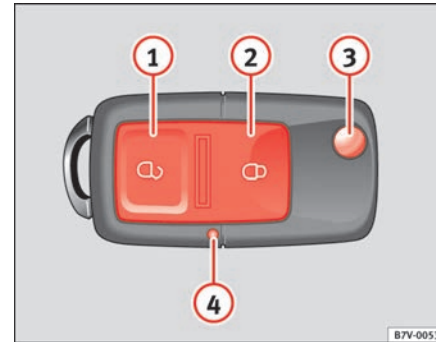

Abb. 61 Tastenbelegung Funkschlüssel
Es wird nur die Fahrertür entriegelt, wenn Sie den Schlüssel im Schloss der Fahrertür *einmal* in Öffnungsrichtung drehen oder einmal die Entriegelungstaste ⇒ Seite 96, Abb. 61  im Funkschlüssel drücken.
- Drücken Sie im Funkschlüssel die Taste  ⇒ Abb. 61 , um alle Türen und die Heckklappe zu entriegeln.
Bei Tastendruck leuchtet die Batterie-Kontrollleuchte im Funkschlüssel ⇒ Abb. 61  auf.
Mit der Taste im Funkschlüssel ⇒ Abb. 61  wird der Schlüsselbart entriegelt.
- Betätigen Sie einmal die Öffnungstaste  ⇒ Seite 96, Abb. 61 ①
Wenn Sie die Taste  ⇒ Seite 96, Abb. 61 ① häufig außerhalb des Wirkungsbereiches betätigen, kann sich das Fahrzeug mit dem Funkschlüssel nicht mehr öffnen oder schließen lassen. Der Funkschlüssel muss dann neu synchronisiert werden.
Wenn die Batterie-Kontrollleuchte im Funkschlüssel ⇒ Seite 96, Abb. 61 ④ bei Tastendruck nicht leuchtet, muss die Batterie in Ihrem Schlüssel in Kürze ausgetauscht werden.
- Klappen Sie den Schlüsselbart heraus, indem Sie auf den Knopf ⇒ Seite 96, Abb. 61  drücken.